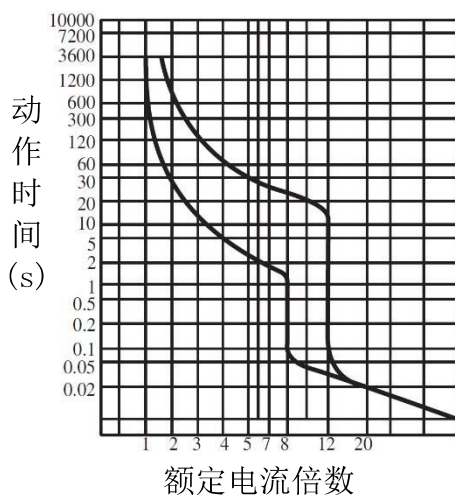
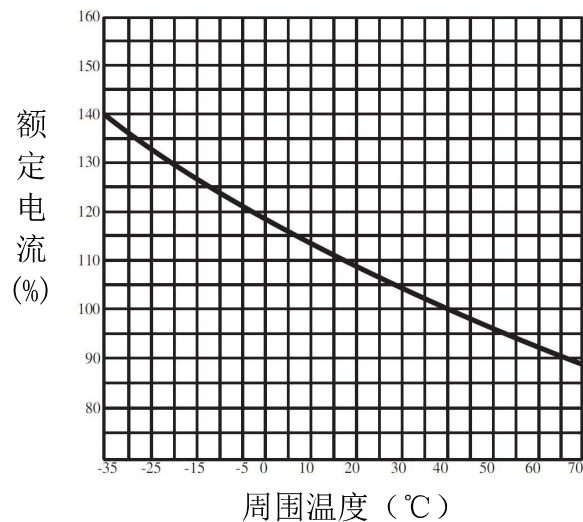

图 1 HYM3-63 动作特性曲线
图 14 HYM3-800 温度补偿曲线
4.3 断路器反时限特性曲线及其温度校正曲线见图 1～图 14